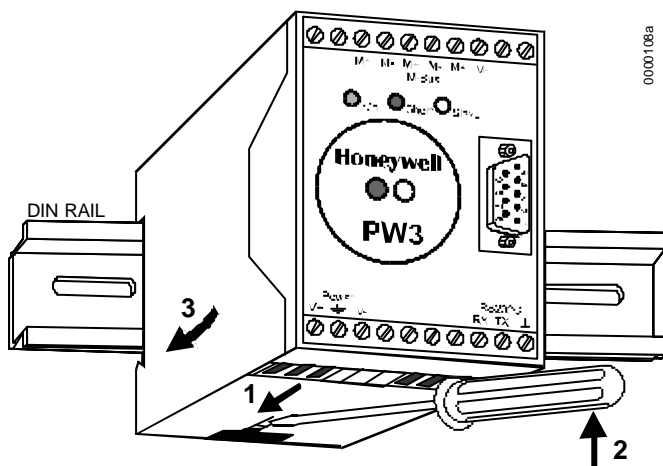

Fig. 57. Montaje del PW3.
1. Instalar el Adaptador de Meter Bus PW3 en carril DIN. Insertar un destornillador en la ranura por debajo del PW3 y hacer palanca hacia abajo para liberar la abrazadera hasta que la unidad entre en el carril. Ver Fig. 57.